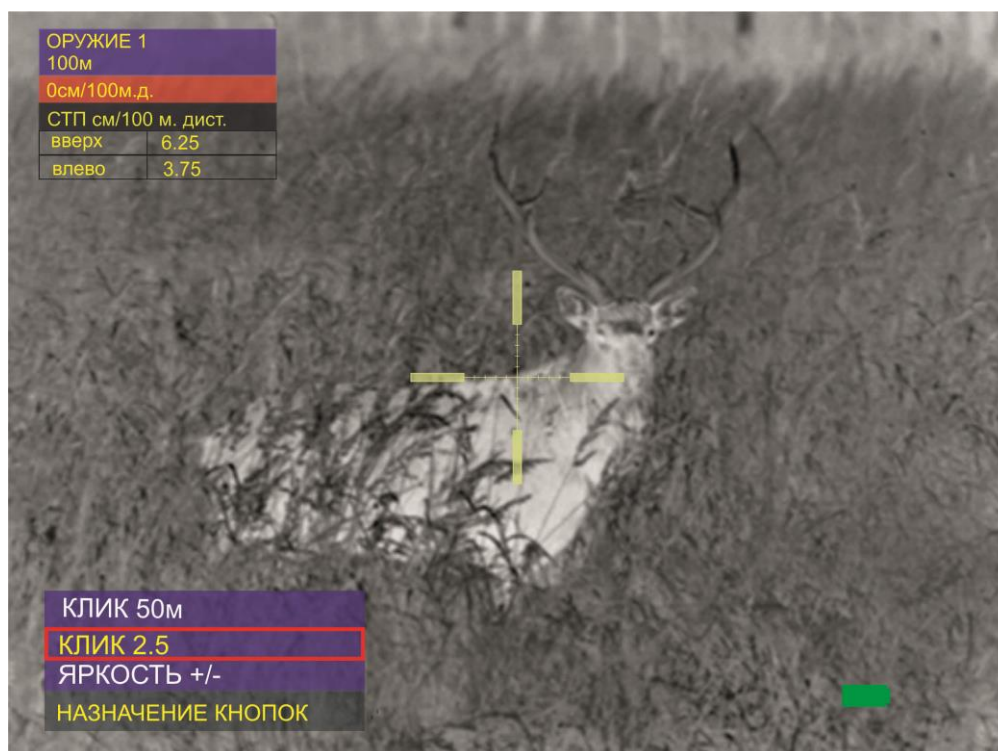

Рисунок 19 – Кнопки быстрого ввода
Вы имеете возможность назначить кнопкам (3) и (5) быстрое управление вводом баллистических поправок или изменение яркости изображения (см. рис. 19).